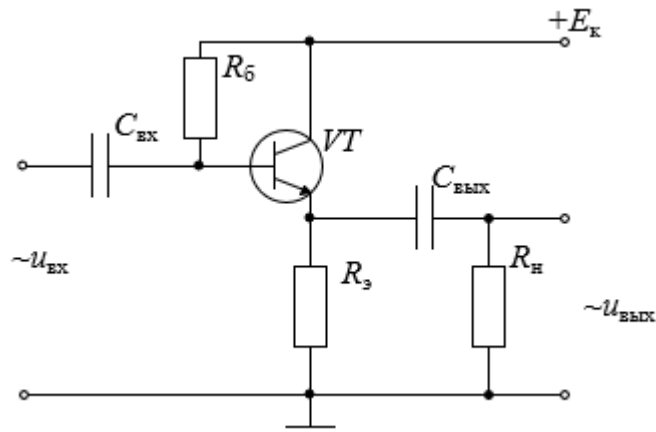

Рис. 2.4 Схема с общим коллектором
- 2) с общим коллектором (рис. 2.4);